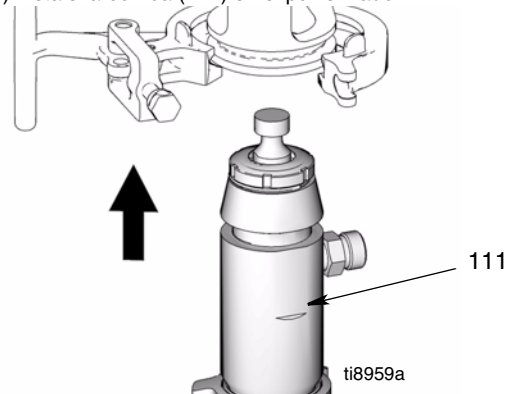

FIG. 21
2. (Fig. 21) Instale la bomba (111) en el pulverizador.